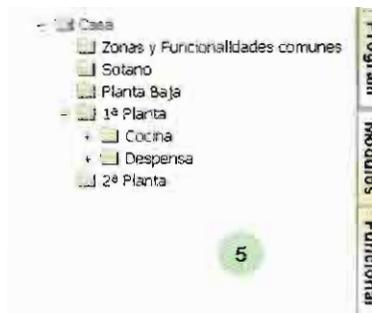

Fig. 10.17. Insertar carpeta de cocina.
5. Aparecerá una nueva carpeta dentro de **1.ª planta** (Fig. 10.17), así como el software que permite renombrarla directamente. El nombre puede ser, por ejemplo, «Cocina». Pulsa **Intro** para crear la carpeta. Éste será el emplazamiento en el que se encuentren las funcionalidades que se vayan creando.